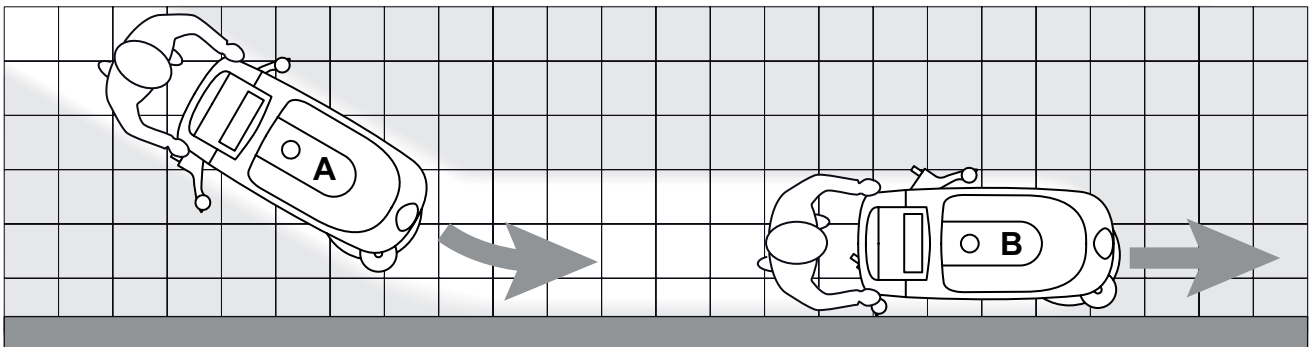

Figura 4
*Para uma lavagem/secagem correcta dos pavimentos nos bordos das paredes, a Advance sugere aproximar-se com o lado direito da máquina como representado na figura 4.*